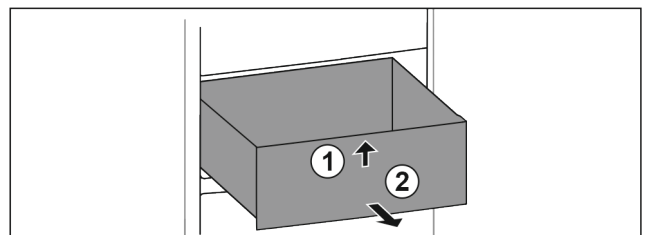

Fig. 68
- ▶ Levante el cajón por delante. Fig. 68 (1)
- ▶ Extraiga el cajón hacia delante. Fig. 68 (2)